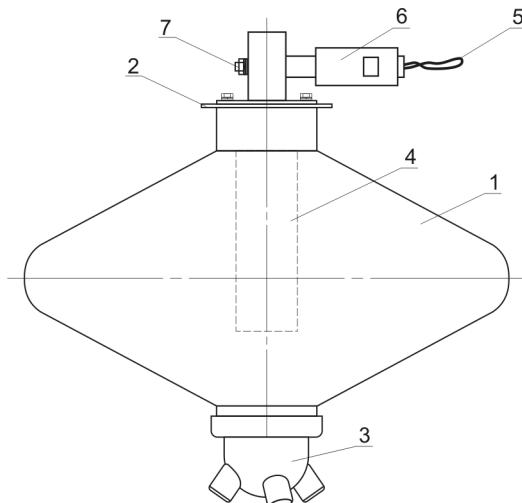

Рис. 1. Конструкция МПП «Гарант-12КД»
4.1. Конструкция МПП «Гарант-12КД» во взрывозащищенном исполнении приведена на рис. 1.
6.6.3. Отвинтить муфту, поз.6 (рис.1), вывинтив из нее гайку на 3-4 витка резьбы.